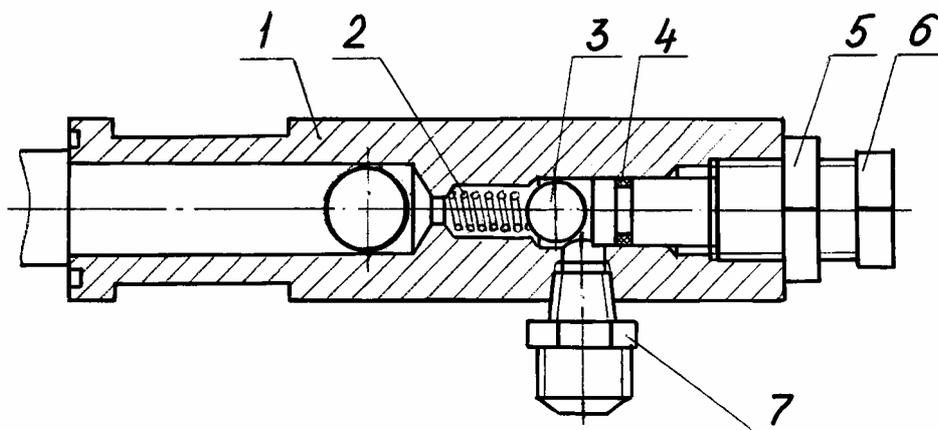

Рис. 53 Блок «плавающего» положения стрелы при буксировке
16. БЛОК «ПЛАВАЮЩЕГО» ПОЛОЖЕНИЯ СТРЕЛЫ ПРИ БУКСИРОВКЕ (рис. 53).